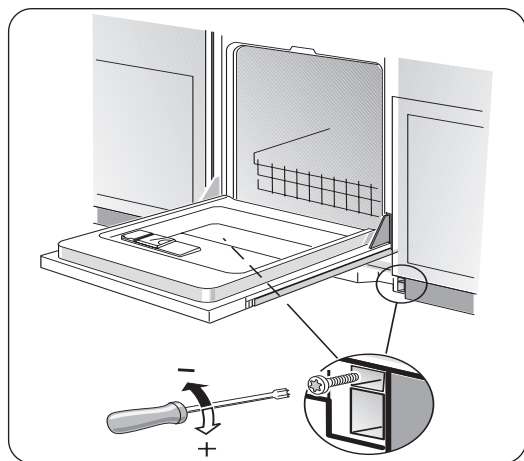

Ilustración 29
- 2 Introduzca los tornillos como muestra la **Ilustración 29**. Dele vuelta al tornillo en el sentido del reloj para aumentar la tensión del resorte.